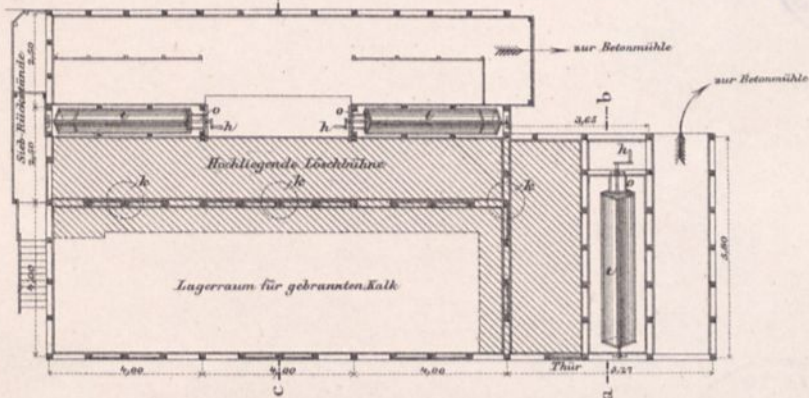

Abb. 4. 1:50.
- Abb. 4. Vorrichtung zur Pfeilerbohrung.